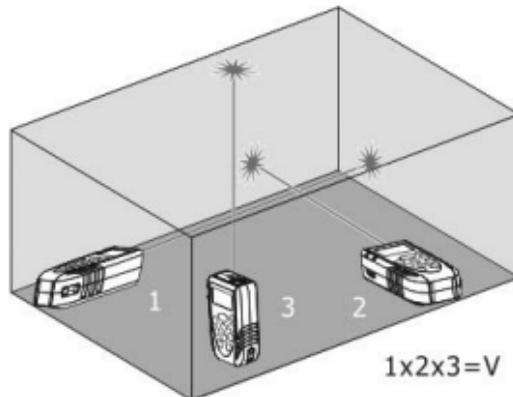

Fig. 6 : Exemple de mesure de Volume
3. Appuyer sur la touche pour exécuter la première mesure (longueur) de la surface (voir Fig. 6). La valeur correspondante est insérée dans le premier écran partiel. Le symbole « » s'affiche avec côté « 1 » clignotant.
4. Appuyer à nouveau sur la touche pour exécuter la deuxième mesure (largeur) de la surface (voir Fig. 6). La valeur correspondante est insérée dans le deuxième écran partiel. La valeur de l'aire correspondante apparaît à l'écran résultant. Le symbole « » s'affiche avec côté « 2 » clignotant.
5. Appuyer à nouveau sur la touche  pour exécuter la troisième mesure (hauteur) (voir Fig. 6). La valeur totale du volume apparaît à l'écran résultant de l'afficheur principal.